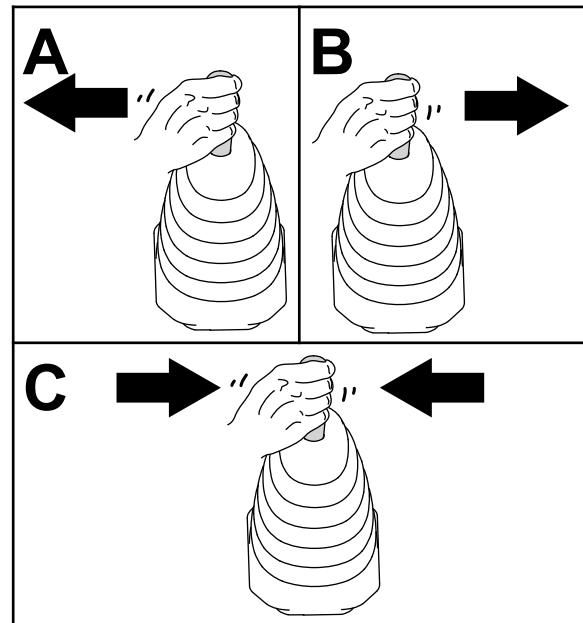

Figura 53
- Spostate il joystick del caricatore a sinistra, a destra e indietro di nuovo in posizione di FOLLE per rilasciare la pressione nei giunti idraulici (Figura 53).